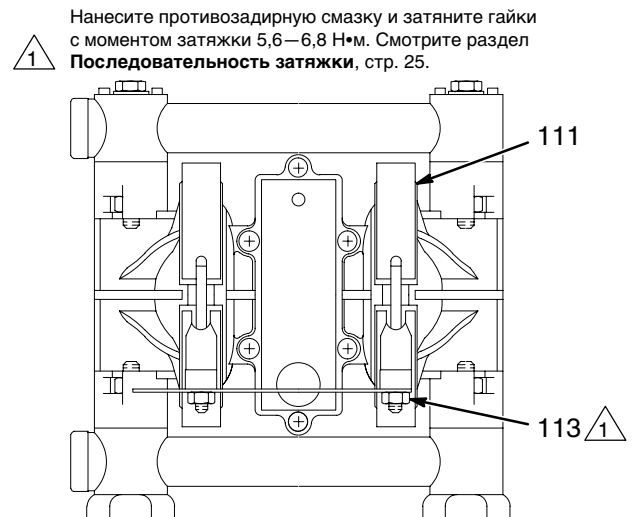

Рис. 7
При затяжке зажимов (111), нанесите противозадирную смазку на болты и **проверьте** затяжку гаек (113) с моментом затяжки 5,6 - 6,8 Н•м. См. Рис. 7. Смотрите раздел **Последовательность затяжки**, стр. 25.